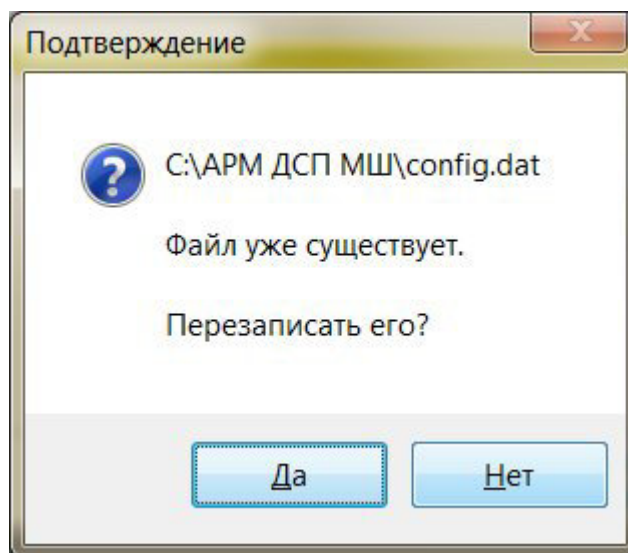

Рисунок 29 – Окно установки АРМ ДСП-АБ
10. Если на компьютере программное обеспечение устанавливается впервые, то появляется окно см. п. 9. Если на компьютере заменяется, ранее установленное, программное обеспечение, то в папке существует файл *.config.das и появляется окно (Рисунок 29). Необходимо перезаписать этот файл нажатием кнопки «да».